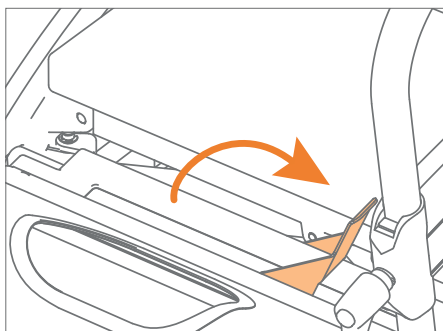

Abbildung 51: Rollstuhlpaket entriegeln.
- a. Ziehen Sie den roten Griff ohne Kraftaufwand nach oben. Dies wird das Rollstuhlpaket entriegeln und die Verriegelungsbolzen zurückziehen (**Abbildung 51**).